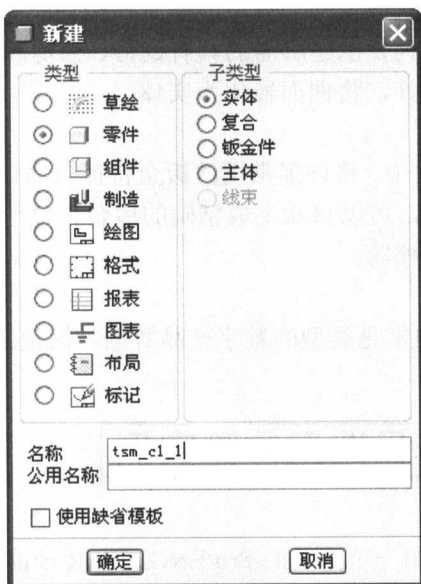
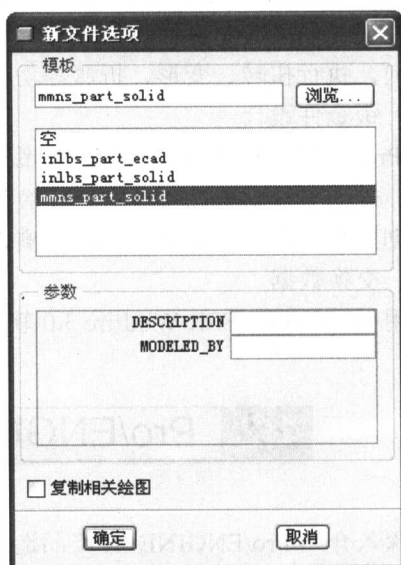

图 1-3 “新建”对话框
图 1-4 “新文件选项”对话框
- (1) 在工具栏中单击  (创建新对象) 按钮, 或者从菜单栏中选择“文件”→“新建”命令, 打开“新建”对话框。
- (2) 在“类型”选项组中选择“零件”单选按钮, 在“子类型”选项组中选择“实体”单选按钮。
- (3) 在“名称”文本框中输入文本为“tsm\_c1\_1”, 然后单击“使用缺省模板”复选框以取消其勾选, 此时, “新建”对话框如图 1-3 所示。
- (4) 在“新建”对话框中单击“确定”按钮, 打开“新文件选项”对话框。
- (5) 在“模板”选项组中选择 mmns\_part\_solid, 如图 1-4 所示, 然后单击“确定”按钮, 进入零件设计模式。